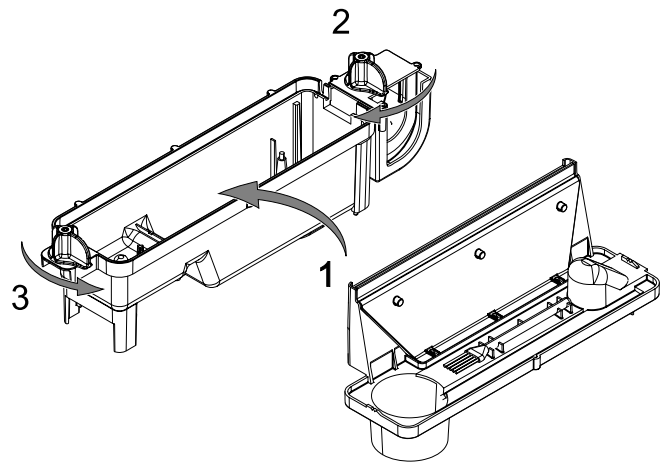

Fig. 7
9. Stellen Sie den Wassertank in ein Waschbecken und entfernen Sie die Kappe (nach links drehen). (Abb. 7)